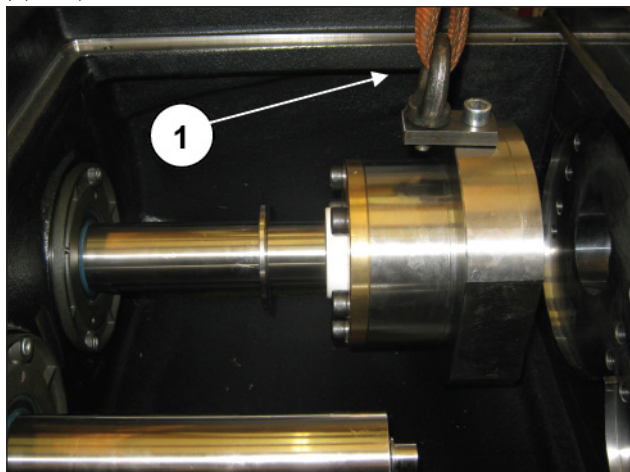

图 204
从头部拆下衬套支撑件，使其在活塞上滑动，并通过吊环螺栓支撑它（位置①，图 204），拧松固定活塞的M10螺钉，释放整个组件，使之可从前曲轴箱取出（位置①，图 205和图 206）。